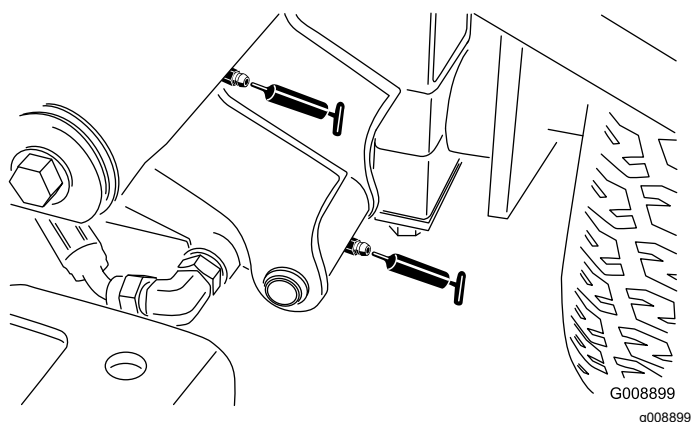

Рисунок 39
- Два левых передних шарнира подъемного рычага и подъемного цилиндра (Рисунок 39)